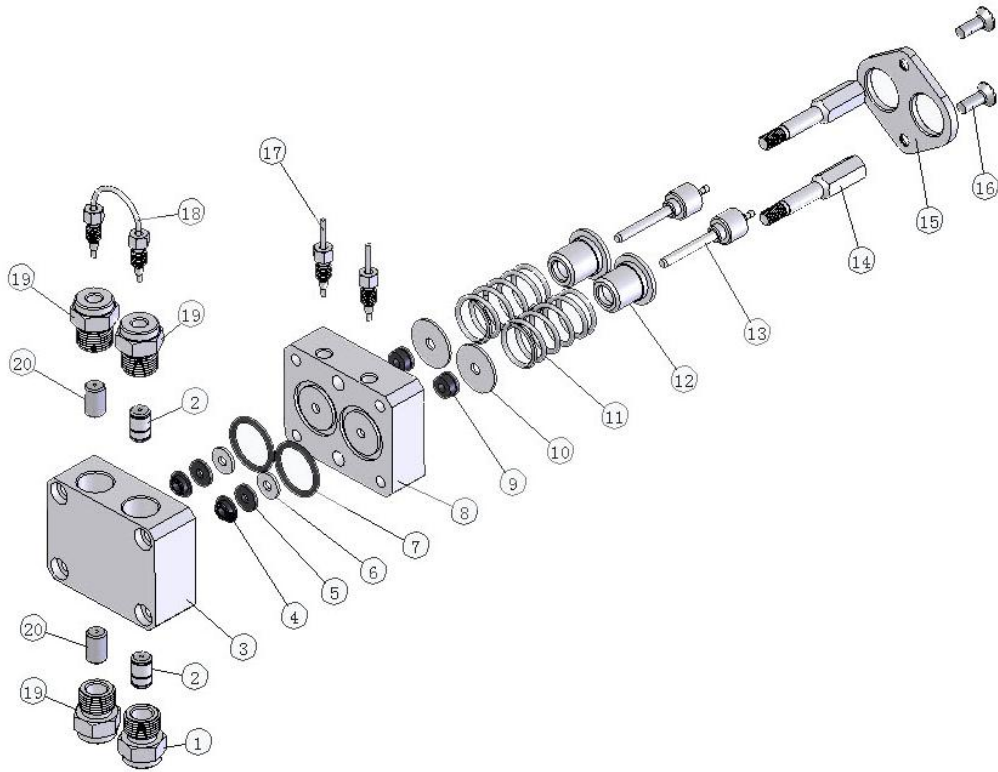

图 4 泵头的拆分零部件图
- ✓ 柱塞杆如图 4 -13) 所示，可使用钳子（或镊子）拆下。用钳子夹住柱塞端部金属材料部分，并小心沿直线拉出。